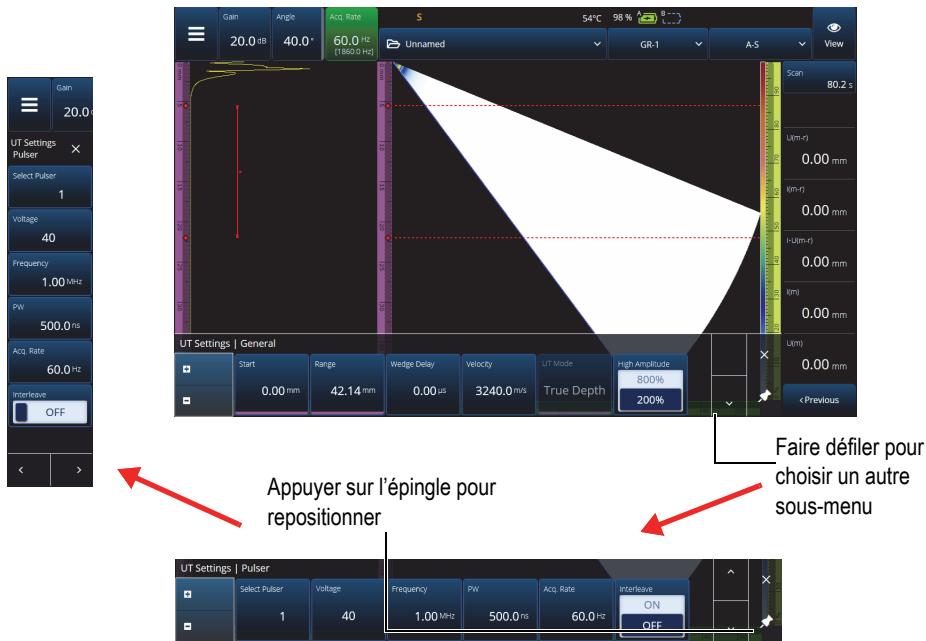

Figure 2-3 Faire défiler et repositionner un sous-menu de paramètres
Le menu apparaît temporairement à l'horizontale dans la zone d'affichage des données, et les sélections de sous-menus se trouvent à droite. Lorsqu'il est sélectionné, le sous-menu du paramètre apparaît au-dessus de l'écran de données. Il est possible de passer à un autre sous-menu à l'aide des flèches (▲ ▼). Il est possible de masquer le sous-menu en appuyant sur le bouton de fermeture (X), ou il peut être épinglé (📌) sur le côté de l'écran (Figure 2-3 à la page 32).